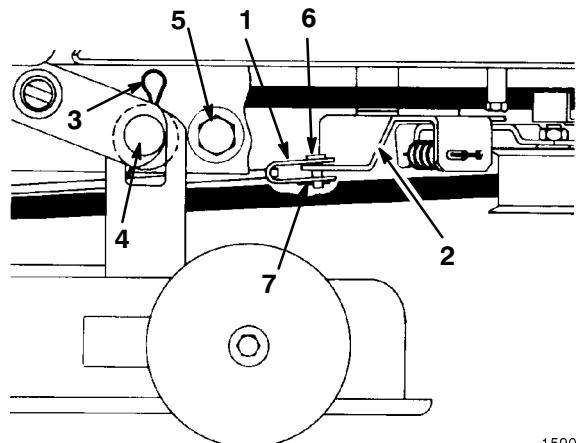

Figure 26
9. Enlevez la goupille fendue et l'axe de chape qui fixent la tige de frein du plateau au support de montage de la poulie folle (Fig. 26).
10. Enlevez les deux goupilles fendues élastiques et les rondelles qui fixent le carter de tondeuse aux goupilles de montage (Fig. 26). Tenez le carter de tondeuse et poussez le de côté jusqu'à ce qu'il sortent des goupilles, puis en avant pour baisser les supports avant.
5. Enlevez les vis, les dispositifs de retenue et les contre-écrous qui fixent les butées de chaque côté du châssis de la tondeuse (Fig. 26). Reculez le carter de tondeuse pour détendre la courroie.